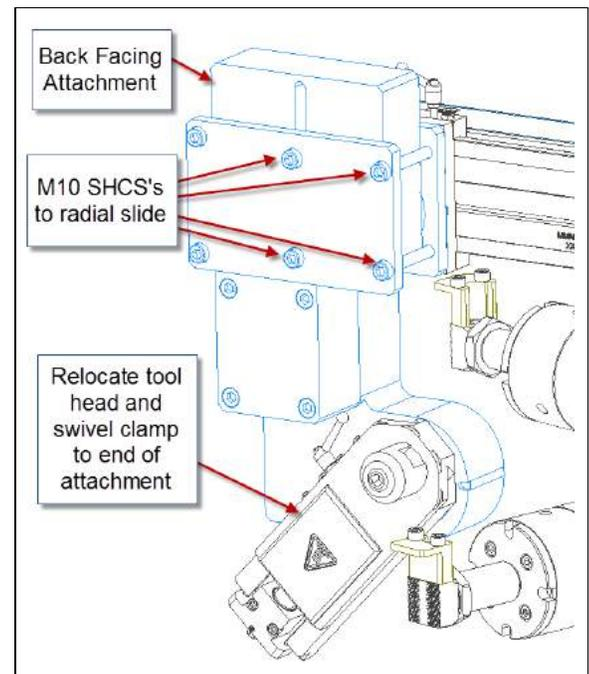

FIGURA 3-43. INSTALACIÓN DEL ACCESORIO DE REFRENTADO POSTERIOR AL BRAZO GIRATORIO
2. Gire la caja de alimentación hasta que la flecha señale en la dirección de avance deseada (véase al Figura 3-43).
6. Reinstale el cabezal de la herramienta a la palomilla circular en la parte inferior del accesorio de refrentado posterior (Figura 3-43).